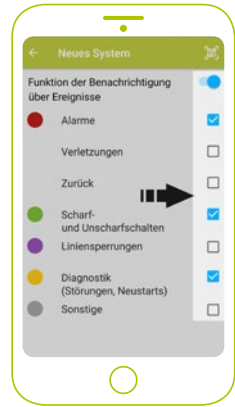

Abb. 29. Konfiguration der PUSH-Benachrichtigungen.
9. Entscheiden Sie, ob der gewählte Benutzer über Ereignisse im Alarmsystem informiert werden soll – wenn ja, wählen Sie, bei welchen Ereignissen er PUSH-Benachrichtigungen erhalten soll. (Abb. 29.)